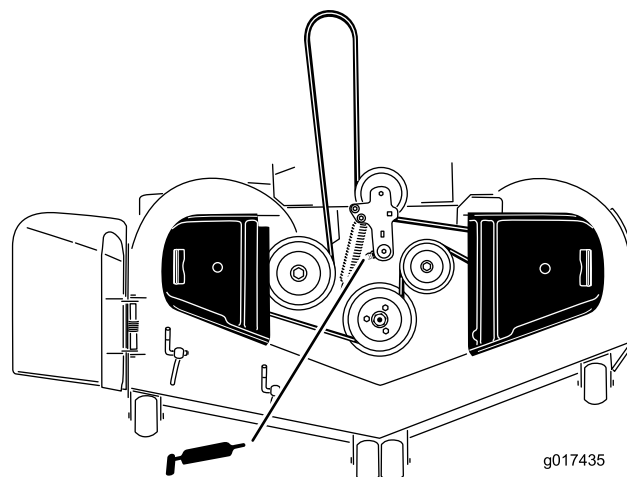

Figura 33
3. Engrase el pivote de la polea tensora de la carcasa del cortacésped hasta que salga grasa por el extremo inferior (Figura 33).